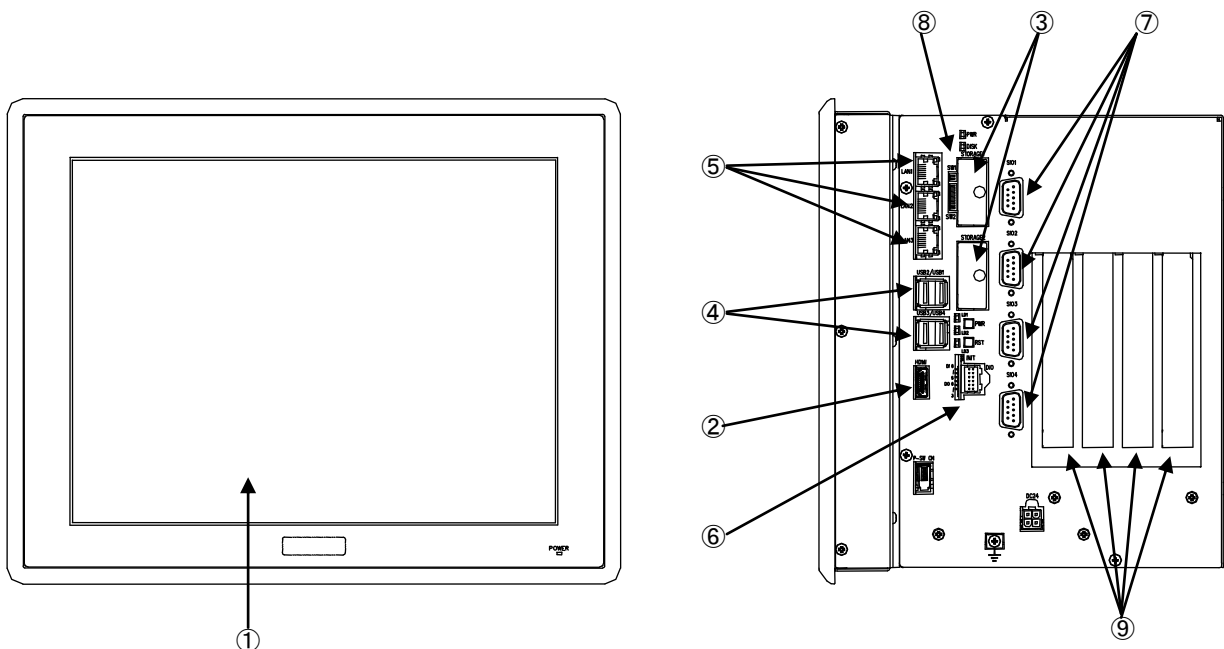

図 3-1-1. 外形図 (FP4-12022AN)
FP シリーズの例として、FP4-12022AN の外形図を図 3-1-1 に示します。各部名称を表 3-1-1 に示します。
COM1	SI01 (図 3-1-1 ⑦) アプリケーションでシリアル通信に使用できます。 シリアルポート設定スイッチと組込みシステム機能のシリアルコントロール機能を使用することで、RS-232C/422/485 を切替えることができます。
COM2	SI02 (図 3-1-1 ⑦) アプリケーションでシリアル通信に使用できます。 シリアルポート設定スイッチと組込みシステム機能のシリアルコントロール機能を使用することで、RS-232C/422/485 を切替えることができます。
COM3	SI03 (図 3-1-1 ⑦) アプリケーションでシリアル通信に使用できます。
COM4	SI04 (図 3-1-1 ⑦) アプリケーションでシリアル通信に使用できます。
ローカルエリア接続	LAN1 (図 3-1-1 ⑤): 1000BASE Ethernet
ローカルエリア接続 2	LAN2 (図 3-1-1 ⑤): 1000BASE Ethernet
ローカルエリア接続 3	LAN3 (図 3-1-1 ⑤): 1000BASE Ethernet
汎用入出力	汎用の入出力です。 入力 6 点、出力 4 点を制御できます。 (図 3-1-1 ⑤)
バックアップバッテリーモニタ	BIOS 設定、RTC、外部 RTC、SRAM に使用されるバックアップバッテリー(図 3-1-1 ⑩)の状態を取得することができます。